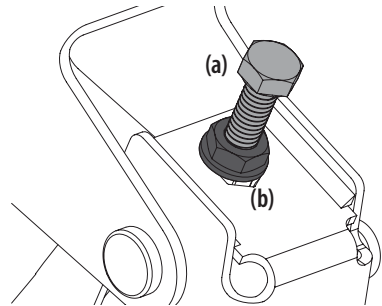

Figura 39
3. Ubique los pernos de ajuste (a) del lado izquierdo y derecho de la plataforma. Consulte la Figura 39.
4. Afloje pero no extraiga las contratuercas (b) en el perno de ajuste. Ajuste el perno de ajuste derecho o izquierdo arriba o abajo según sea necesario hasta que la altura de un lado u otro sea equivalente. Consulte la Figura 39.
5. Cuando se logra el ajuste correcto, vuelva a apretar la contratuerca (b). Ajuste hasta 57 pies-libras (77.3 N-m). Consulte la Figura 39.